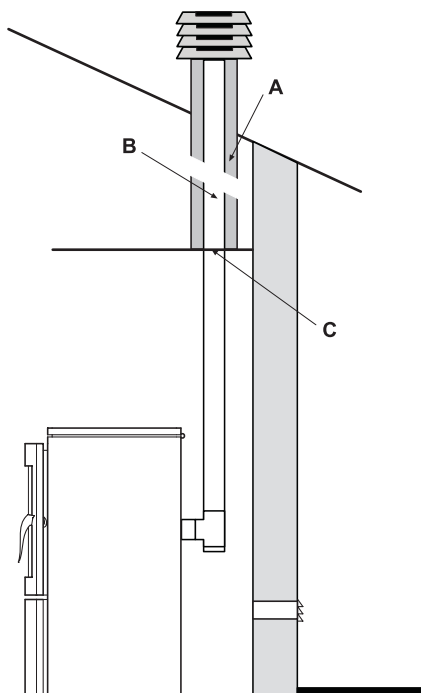

Fig. 5.5.5
**In caso di canna fumaria di sezione maggiore è necessario "intubare" la canna fumaria con una tubazione in acciaio (con diametro in funzione del percorso) opportunamente isolata (Fig. 5.5.5).**
- **En caso de cañón de humo de sección mayor es necesario "entubar"** el cañón de humo con una tubería de acero (cuyo diámetro es en función del recorrido) oportunamente aislada (Fig. 5.5.5).
- **If the flue section is bigger it must be ducted** using an adequately insulated steel pipe (the diameter depends on the length of the path) (Fig. 5.5.5).